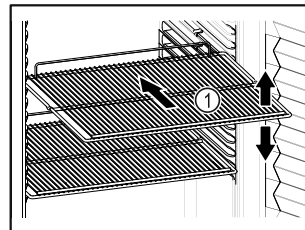

Fig. 86 Ilustrační zobrazení
- ❑ Pokud jsou odstavné rošty Fig. 86 (1) přemístitelné, přizpůsobte je vždy na danou výšku.